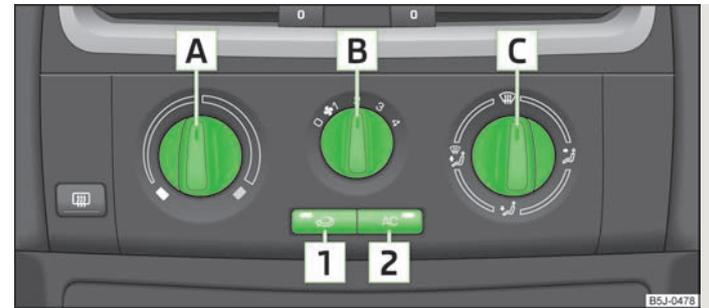

Fig. 73 Climatiseur : organes de commande
Le système de refroidissement ne fonctionne que si la touche **(AC) 2** » fig. 73 est enfoncée et les conditions ci-après remplies :
- Faites tourner le sélecteur **A** » fig. 73 vers la droite pour augmenter la température.
- Faites tourner le bouton de commande de soufflante **B** » fig. 73 sur l'une des positions 1 à 4 pour mettre la soufflante en marche.
- Le bouton de régulation de la répartition de l'air **C** » fig. 73 permet de diriger le flux d'air » page 71.
- Appuyez sur la touche **(AC) 2** » fig. 73 : le voyant s'allume dans la touche.
- Appuyez de nouveau sur la touche **(AC) 2** pour désactiver le système de refroidissement ; le voyant dans la touche s'éteint.
- Organes de commande **A** » fig. 73, **B**, **C** et les touches **1** et **2**.
➤ Appuyez sur la touche  **1** » fig. 73 : le voyant s'allume dans la touche.
➤ Appuyez à nouveau sur la touche  **1** » fig. 73 : le témoin s'éteint dans la touche.
La circulation d'air de recyclage s'arrête automatiquement si l'on met le régulateur de diffusion d'air **C** » fig. 73 sur la position . Un appui répété sur la touche  permet de réactiver le recyclage de l'air intérieur également dans cette position.